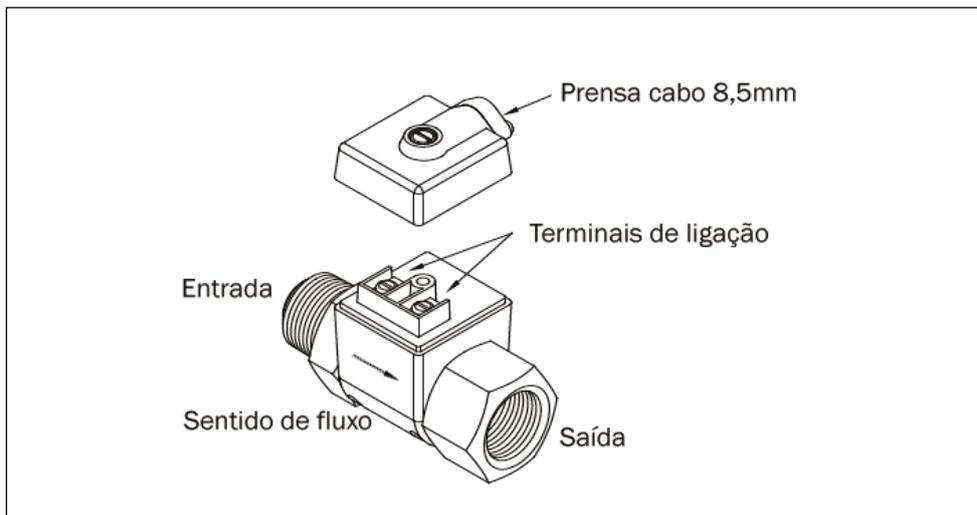

Figura 9: Componentes do sensor de fluxo C25
O sensor de fluxo C25 pode ser instalado em tubulações na posição vertical ou horizontal. Recomenda-se a instalação de uma união na entrada e saída do sensor de fluxo para facilitar a remoção do mesmo em caso de manutenção. Certifique-se de que a instalação do sensor de fluxo seja feita de forma que a rosca externa (macho) seja a entrada da água, garantindo o sentido de fluxo correto (Figura 9).
- Conecte as pontas de uma das extremidades do cabo nos terminais de ligação “Flow Switch”, conforme Figura 9.